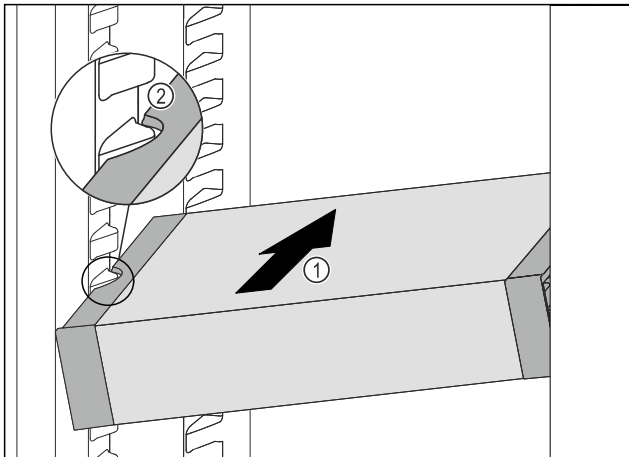

Fig. 94
- ▶ VarioSafe schuin in het koelgedeelte schuiven Fig. 94 (1), tot de uitsparingen aan de zijkant Fig. 94 (2) van de VarioSafe op de hoogte van de rib in het koelgedeelte zitten.